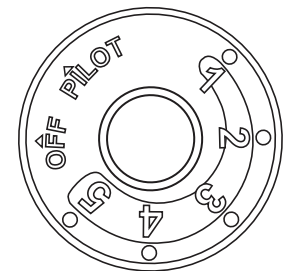
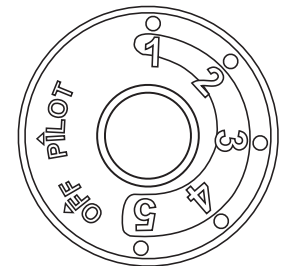

Fig. 22b
Fig. 23b
3. Gire la perilla de control ↷ hacia la derecha a la posición "OFF" . (Ver Fig. 22b)
4. Espere cinco (5) minutos para que se vacíe todo el gas. Luego huelo en busca de gas, incluyendo cerca del piso. Si huele gas, ¡ALTO! Siga "B" en la información de seguridad anterior. Si no huele a gas, vaya al siguiente paso.
5. Gire la perilla de control ↶ hacia la izquierda a la posición "PILOT" . (Ver Fig. 23b) Oprima la perilla de control.